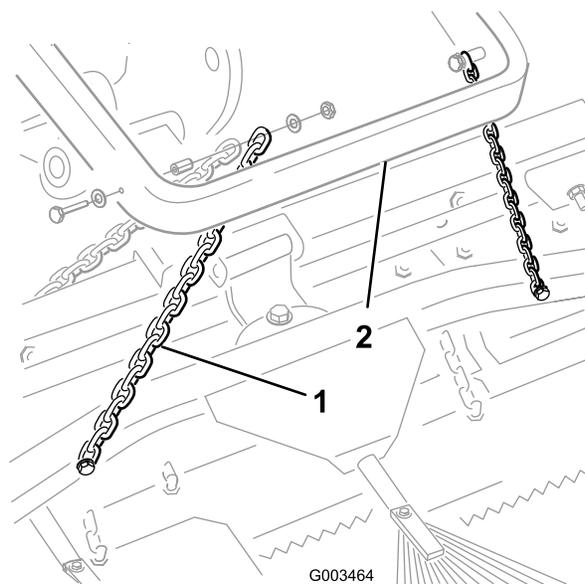

Figura 8
- A. Togliete la catena di trasferimento dal braccio di sollevamento come illustrato nella Figura 8.